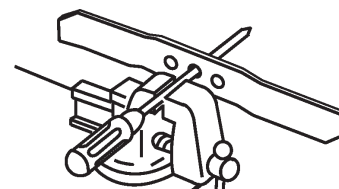

Bild 34
1. Kontrollieren Sie die Wucht des Messers, indem Sie das mittlere Loch im Messer über einen Nagel oder einen Schraubenzieherschaft hängen, den Sie horizontal in einen Schraubstock einklemmen (Bild 34).